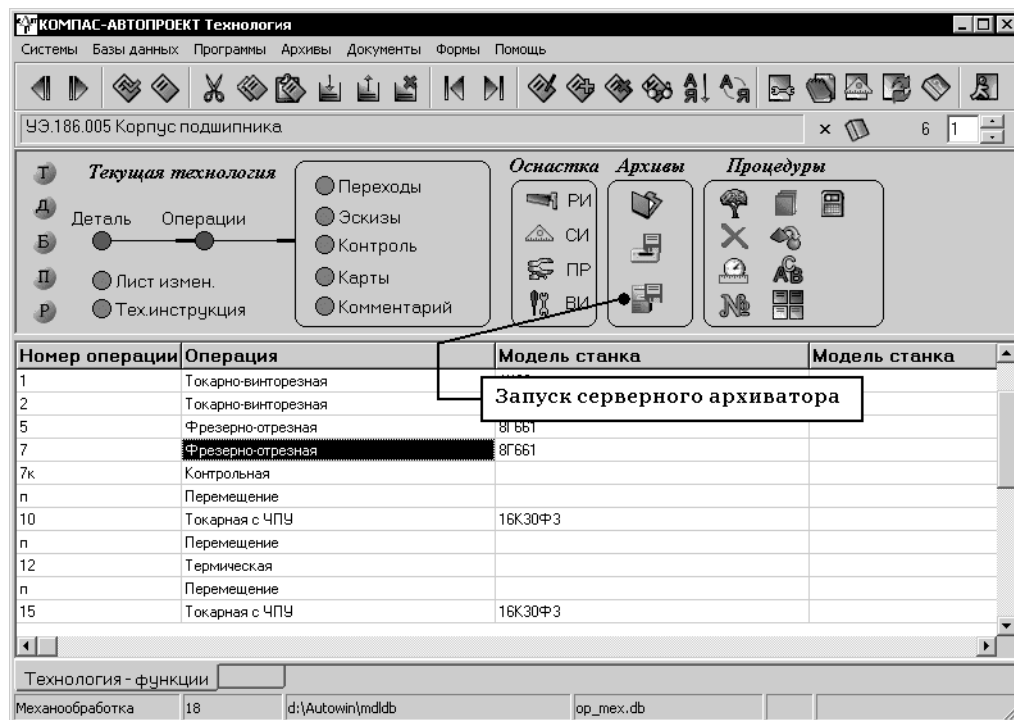

Рис. 2.25. Сохранение технологий на сервере
- ▼ сохранение технологии на сервере (рис. 2.25),